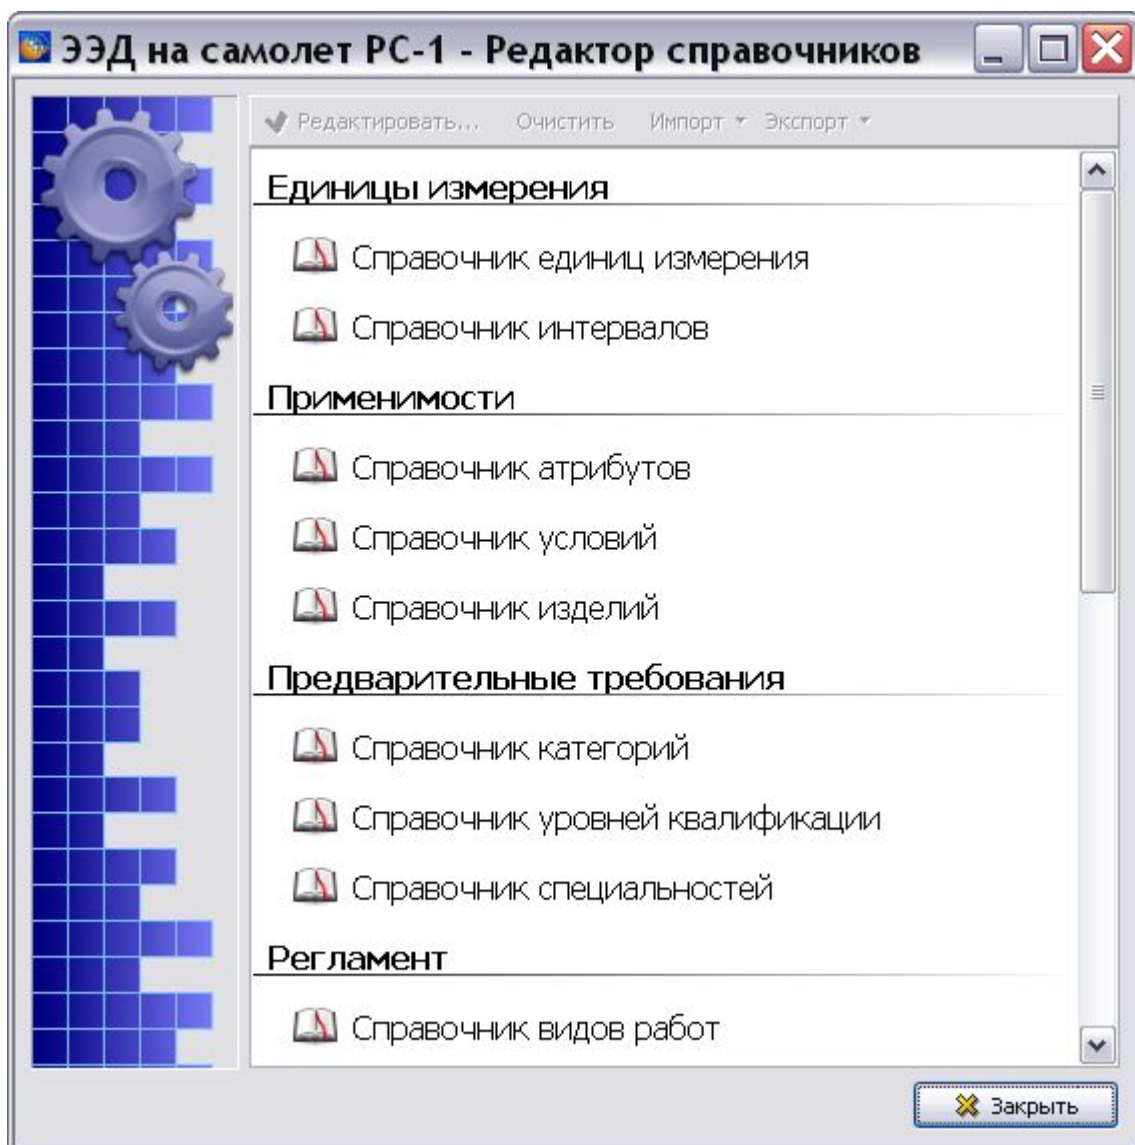

Рис. 2.102
2. Нажмите на кнопку **Редактор справочников** . После этого откроется окно **Редактор справочников** (Рис. 2.102).